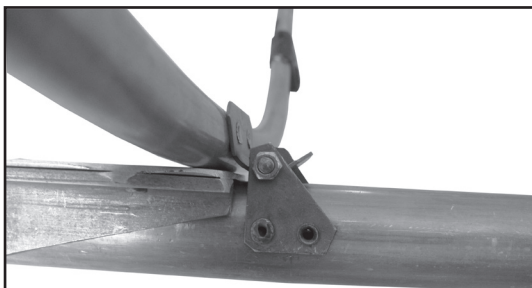

Рис. 9. Установка шпангоута №2
17. Проденьте через кницы стрингеров шпангоутов №1 и №1 (Г Рис 7) стрингера (13) зауженной частью с сторону носа и кормы каяка (Рис.9). Соедините их со стрингерами закрепленными на штевнях.